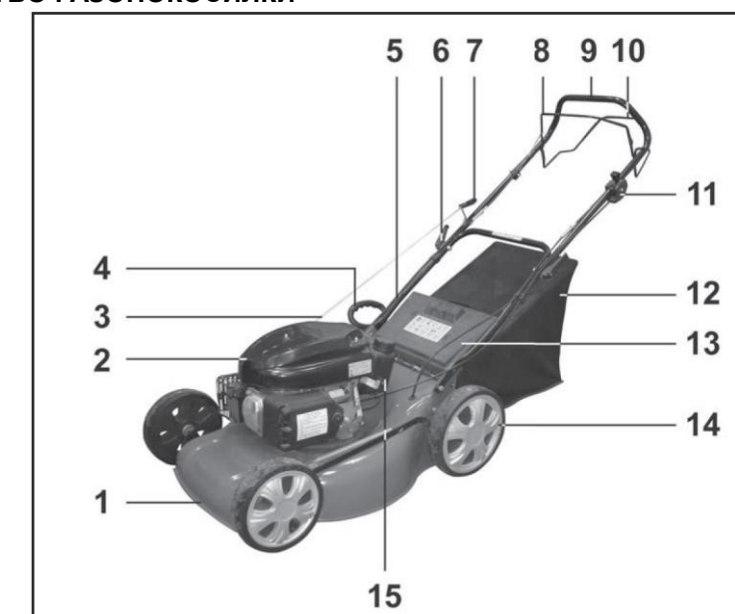

Рис. 2
9.9.2. Для уменьшения габаритов машины перед транспортировкой рекомендуем сложить рукоятку управления (9), ослабив эксцентриковые фиксаторы (6) (Рис. 2).